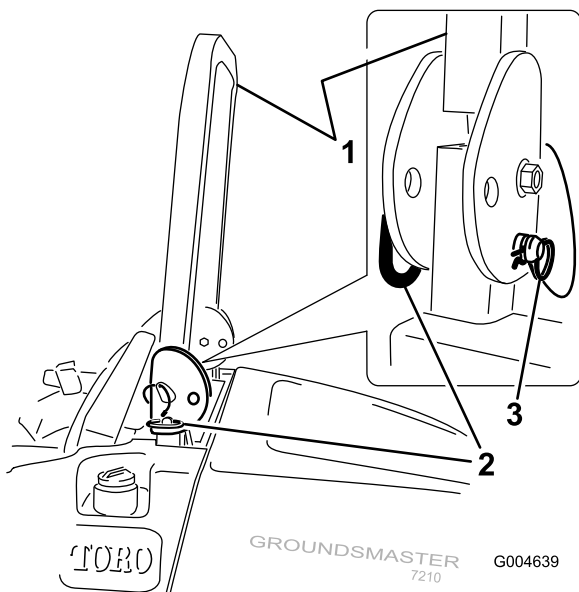

Bild 13
1. Nehmen Sie zum Absenken des Überrollbügels die Splints ab, drücken Sie den Überrollbügel nach vorne gegen die Federn und nehmen Sie die beiden Stifte ab (Bild 13).
3. Setzen Sie die zwei Stifte ein und befestigen Sie diese mit den zwei Splints (Bild 13).
4. Nehmen Sie zum Aufrichten des Überrollbügels die Splints ab und entfernen Sie die beiden Stifte (Bild 13).
5. Richten Sie den Überrollbügel ganz auf und setzen Sie die beiden Stifte ein. Befestigen Sie die Stifte mit den Splints (Bild 13).